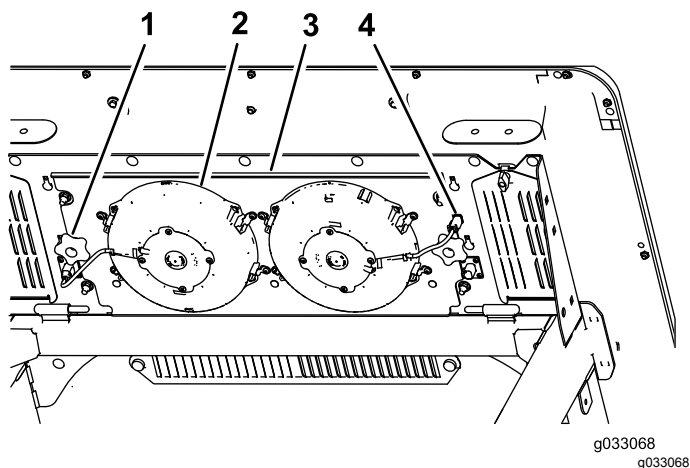

図 82
3. ファン用のプラグとコードをソケットから外す 図 82。
4. ファンパネルアセンブリとファンをキャブの上部に固定しているノブ2個ボルトを外してアセンブリを外す 図 82。